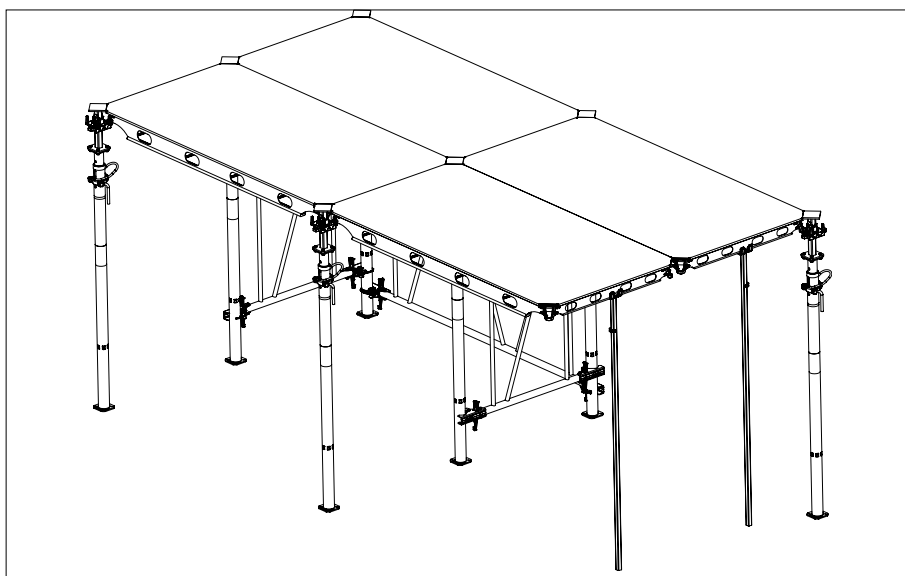

Fig. A5.12
5. Ora i due ausili per cassaforma agiscono come sostegno temporaneo fino a che il puntello successivo viene collegato all'angolo del pannello. (Fig. A5.12)